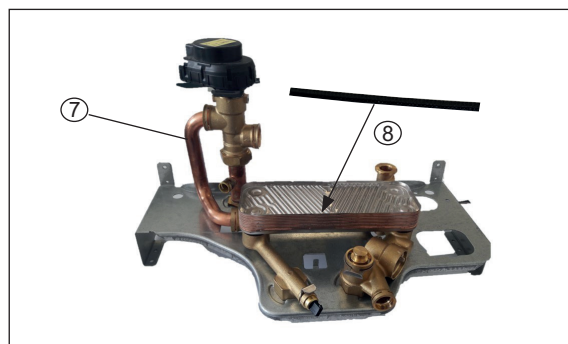

Bild 4
- Vorlaufrohr (7) am 3-Wege-Ventil einstecken und mit 2 Sicherungsclips 18 mm sichern
- Kantenschutzprofil (8) auf PWT aufstecken (Bild 4)